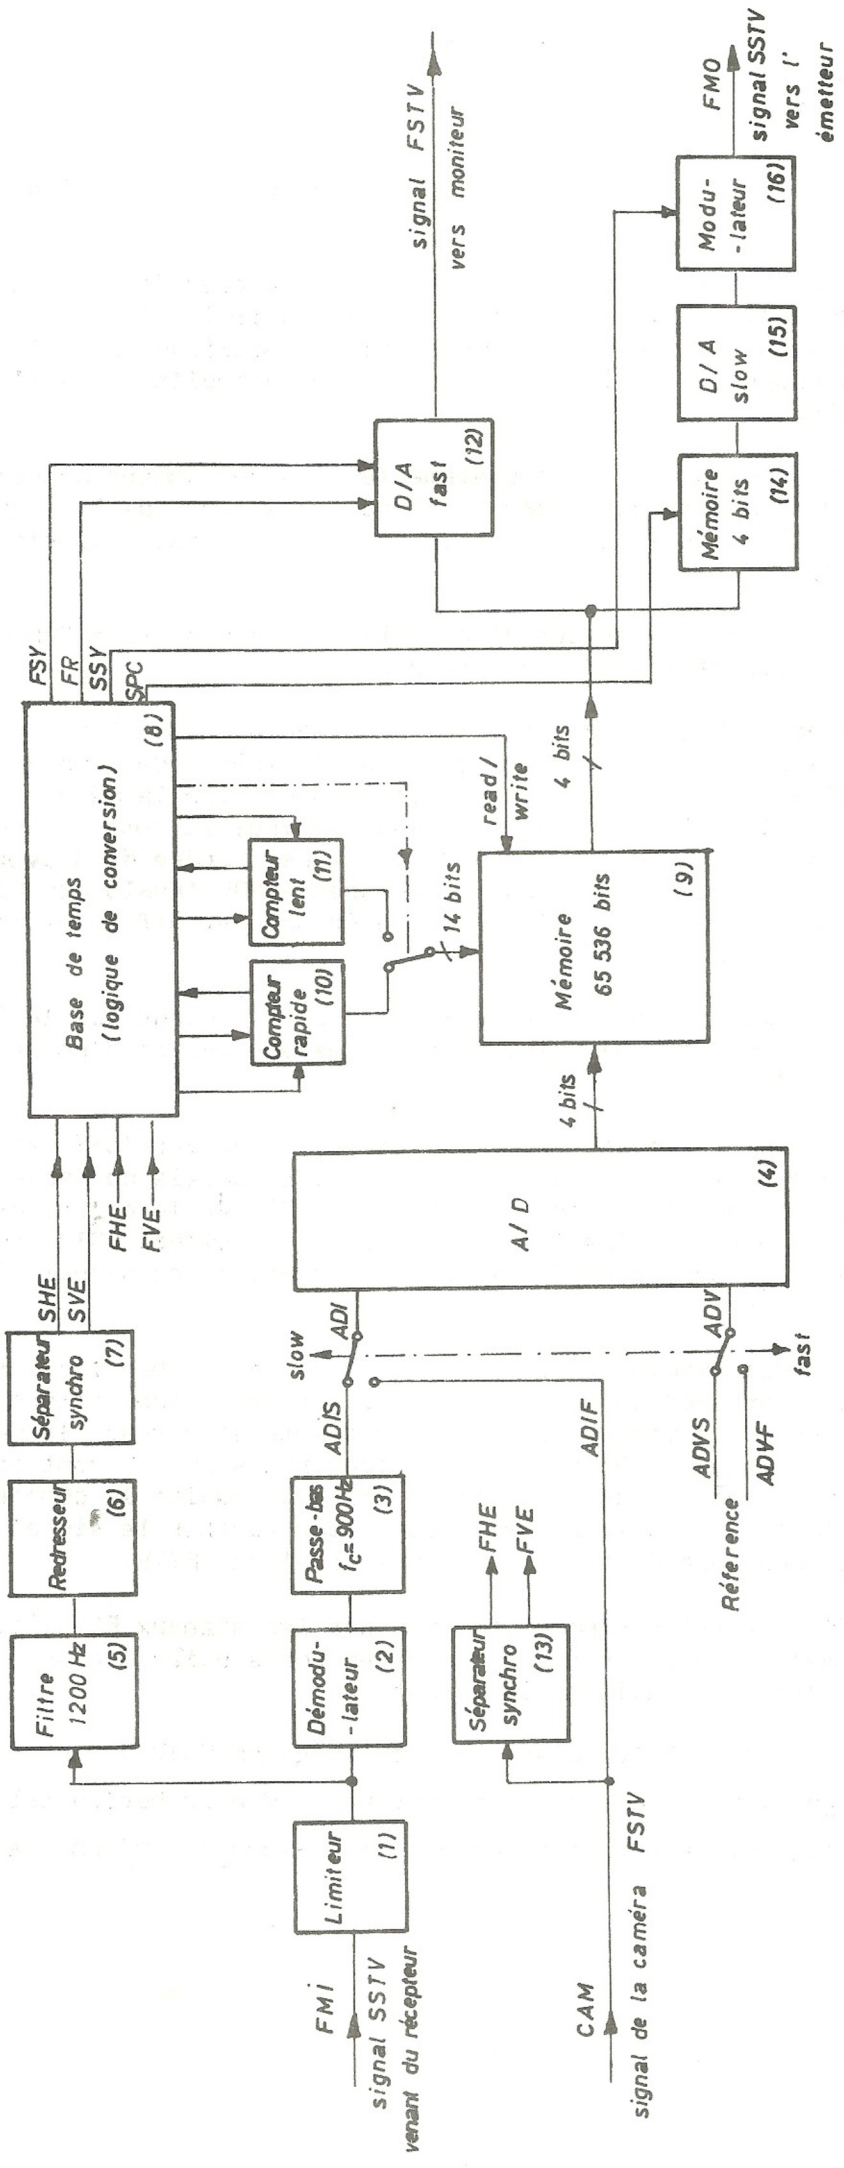

FIGURE 9.
Analysons tout d'abord la partie réception, c'est-à-dire la conversion slow - fast. Voir figure 9.
Analysons à présent la partie émission qui opère la conversion fast - slow. Voir toujours figure 9. Le signal vidéo composite (CAM) provenant de la caméra attaque directement le convertisseur A/D (4), tandis que le circuit séparateur (13) envoie les signaux FHE (Fast Horizontal External) et FVE (Fast Vertical External) vers la base de temps (8).